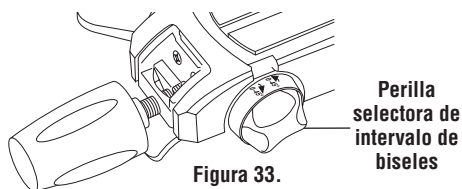

Figura 33.
Seleccione el intervalo de biseles deseado utilizando la perilla selectora de intervalo de biseles (Figura 33).
- Suba la palanca de fijación de bisel para soltar el cierre de fijación de bisel (Figura 33).
- Mueva el tope-guía deslizante izquierdo o derecho para que sobresalga del ensamblaje de la sierra y fijelo de nuevo (Figura 33).